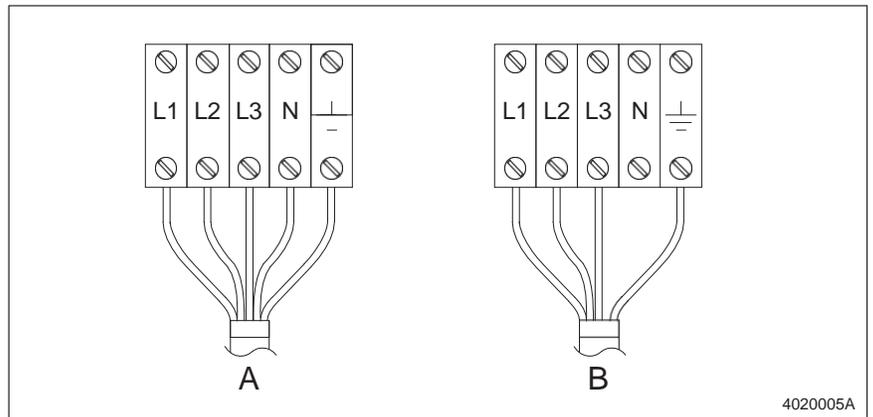

Fig. A 3-7 Conexões de Serviço Elétrico em TB12 (sem fio de aterramento mostrado)
- Ver a Tabela A 3-3 e a Figura A 3-7. Conectar os fios remanescentes da linha do serviço elétrico ao TB12.